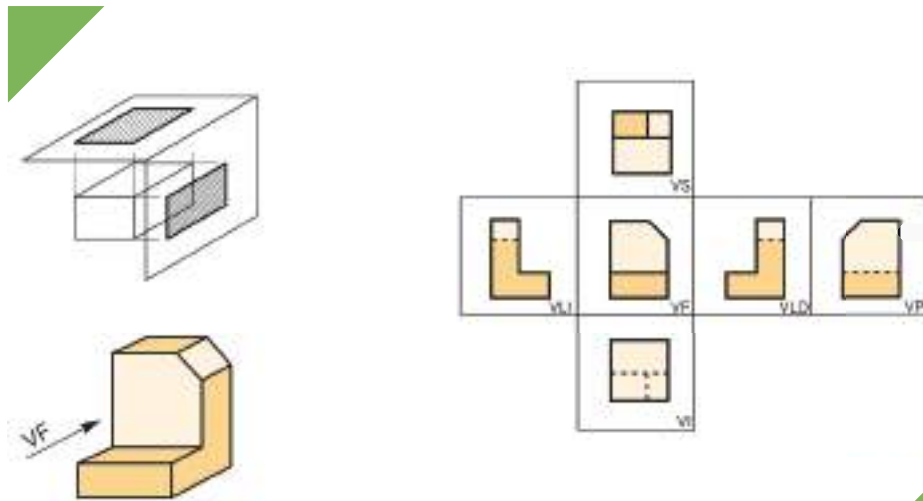

Fig. 4.11
**Sistema Americano (A).** Al Sistema Americano también se le conoce como del Tercer Diedro, por utilizar el tercer cuadrante como base de sus proyecciones. El ángulo diedro se considera transparente al mirar el objeto a través de los dos planos se tienen las respectivas proyecciones. Dicho sistema establece una determinada posición de las vistas que le es exclusiva. Este sistema es el más adoptado por el sistema de vistas [Fig. 4.11].